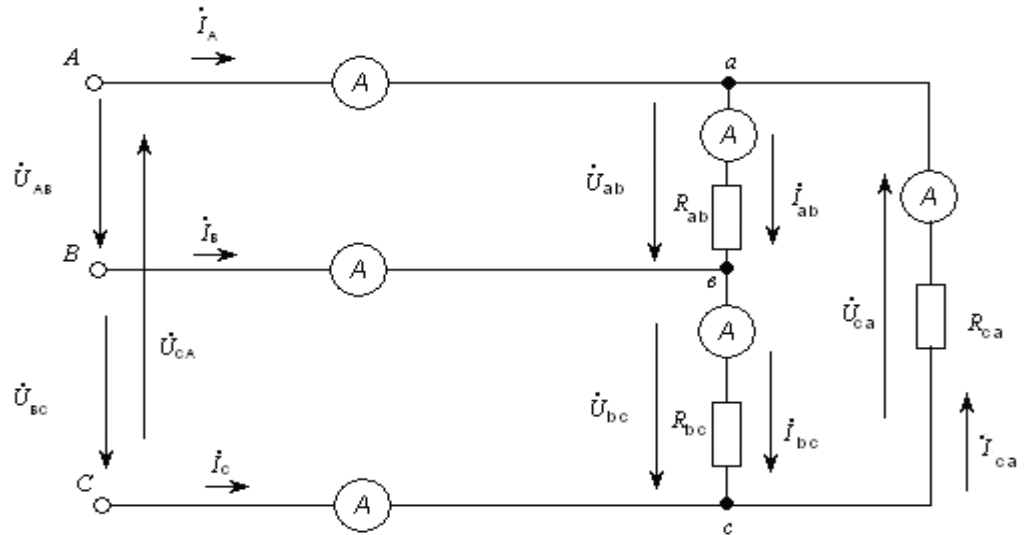

Рисунок 5.1 – Схема соединения приемника треугольником
Нарисовать схему трехфазной цепи при соединении треугольником. На схеме указать линейные и фазные токи, напряжения (рисунок 5.1).
5.2.1 Собрать трехфазную цепь с нагрузкой, соединенной треугольником (рисунок 5.1), состоящей из трех резисторов с одинаковыми сопротивлениями  $R_{ab}$ ,  $R_{bc}$ ,  $R_{ca}$ . Установить значения фазных ЭДС по указанию преподавателя. Предусмотреть приборы для измерения напряжений и токов. Измерить значения фазных и линейных токов и напряжений в симметричном режиме и занести их в таблицу 5.1.